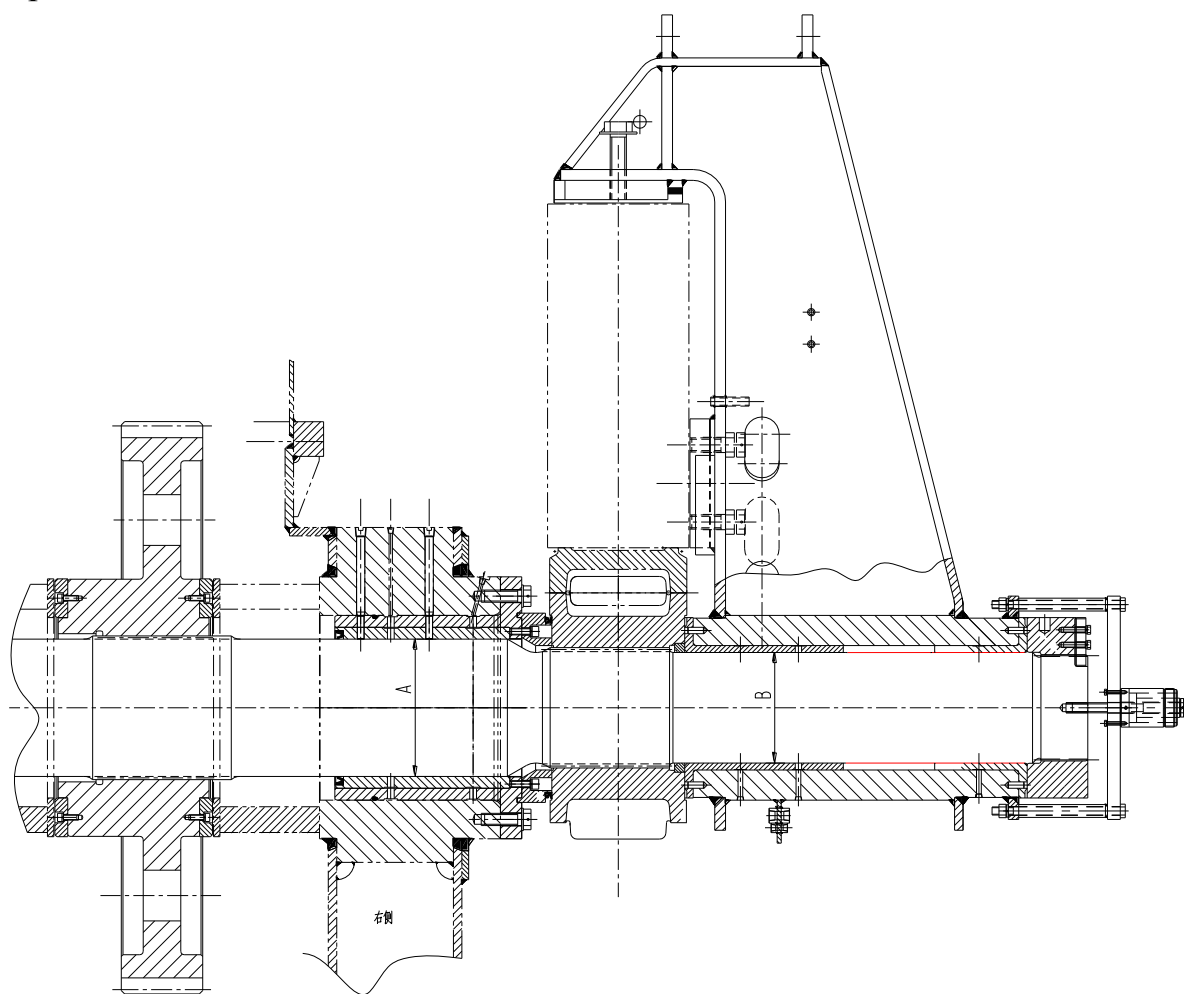

Рисунок 7-12. Допуск напорного вала
Примечание! На некоторых двухрядный конических роликовых подшипниках нанесены (протравлены) буквы возле внутренних и внешних колец, они не имеют никакого отношения к установленным на другой стороне вала. Важно при монтаже подшипника, чтобы детали с нанесенными буквами совпадали, как это показано на рисунок 7-12. Буква «А» на стороне внутреннего кольца должна совпадать с буквой «А» на стороне внешнего кольца, Буква «С» на стороне внутреннего кольца должна совпадать с буквой «С» на стороне внешнего кольца.
1. Установка упорного прокладочного кольца проводится следующим образом (см. рисунок 7-12):